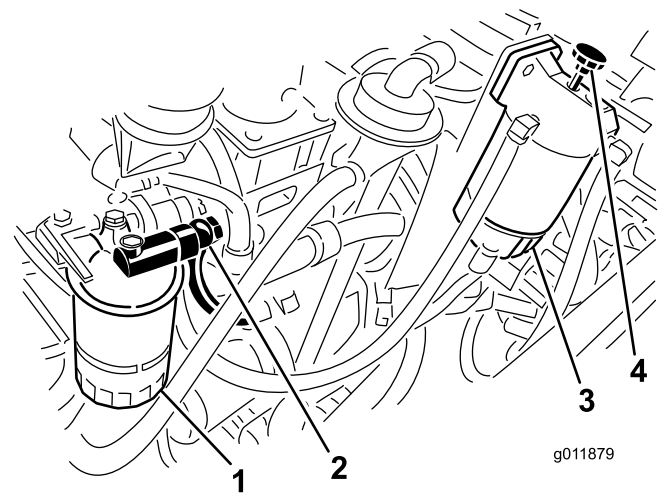

図 64
6. 水セパレータのプライミングポンプを操作して、バンジョーフittingsから空気の混じらない燃料がでてくるまで燃料をくみ上げる（図 64）。
5. 燃料フィルタハウジングについているバンジョーフittingsをゆるめる（図 64）。